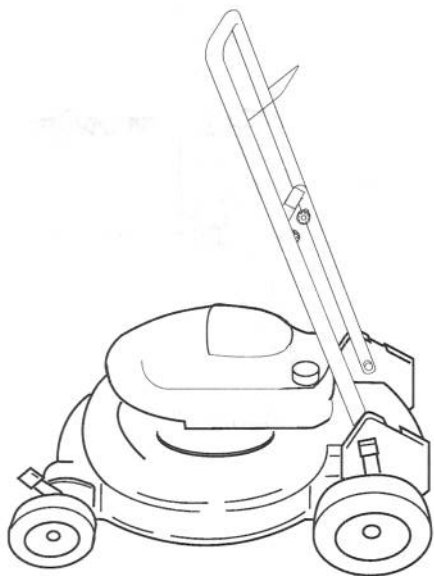

Figure 34
3. Pour le remisage à court terme, mettre le guidon dans la position illustrée à la figure 34.